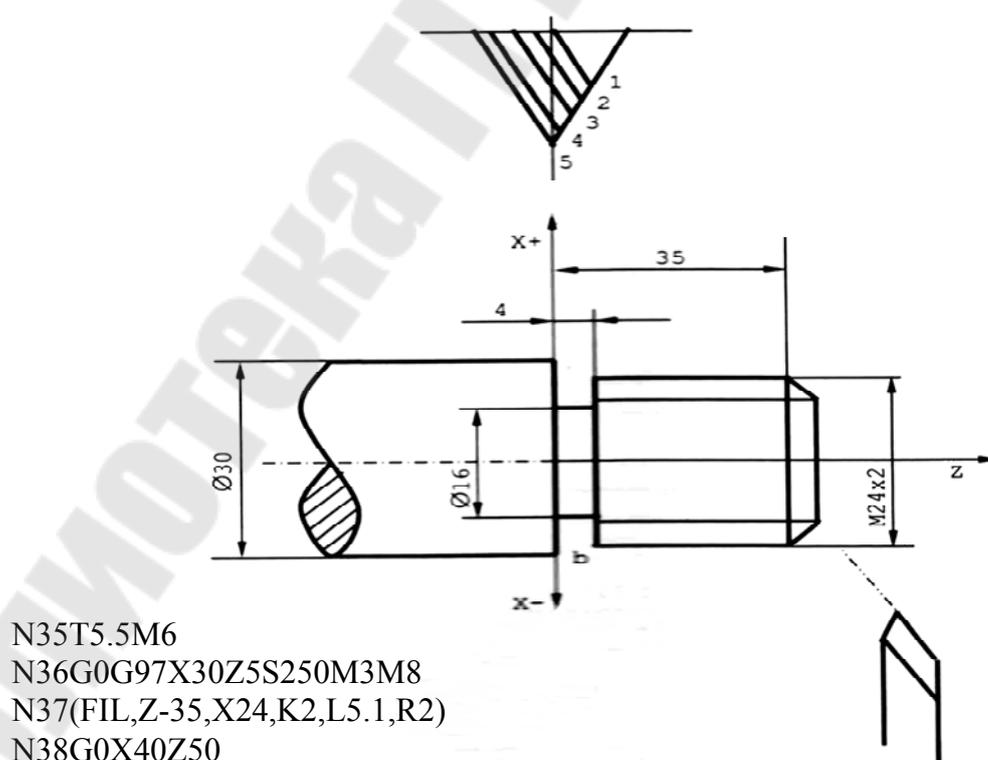

Рис. 4.5. Нарезание резьбы с помощью файла FIL
*Пример* цикла нарезания резьбы приводится на рис. 4.5.